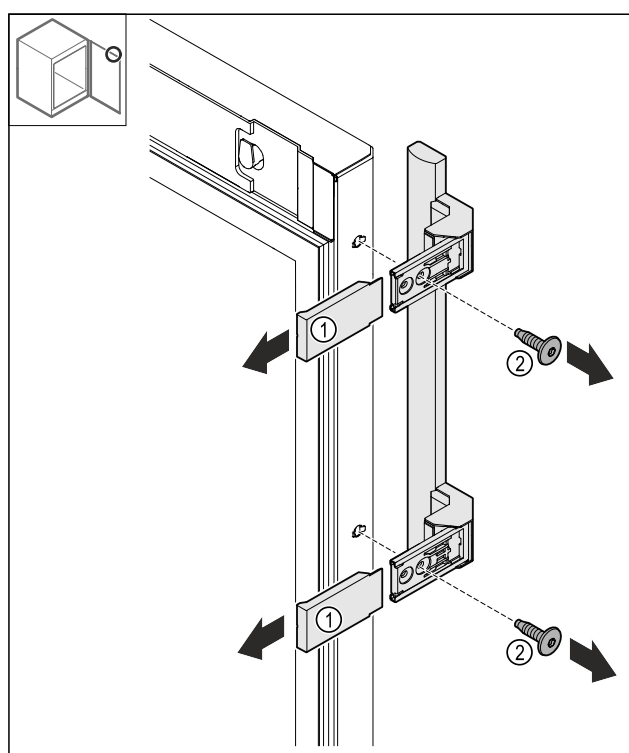

Fig. 24
- Vedä suojukset Fig. 24 (1) irti.
- Avaa ruuvit Fig. 24 (2).